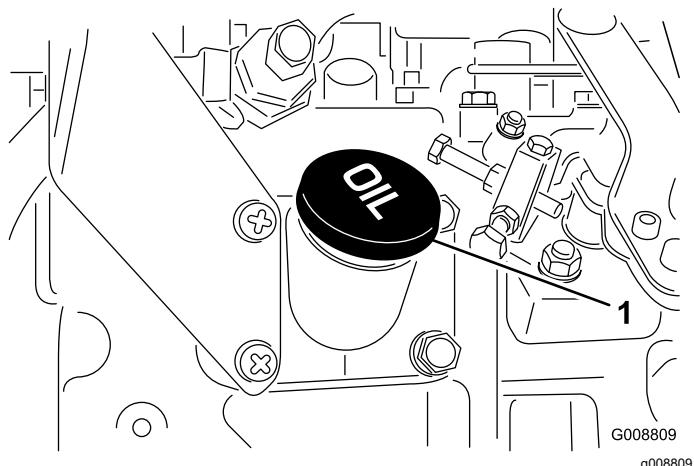

Figura 36
4. Si el nivel de aceite está por debajo del intervalo seguro, retire el tapón de llenado (Figura 36) y añada aceite hasta que el nivel llegue a la marca Full (lleno).